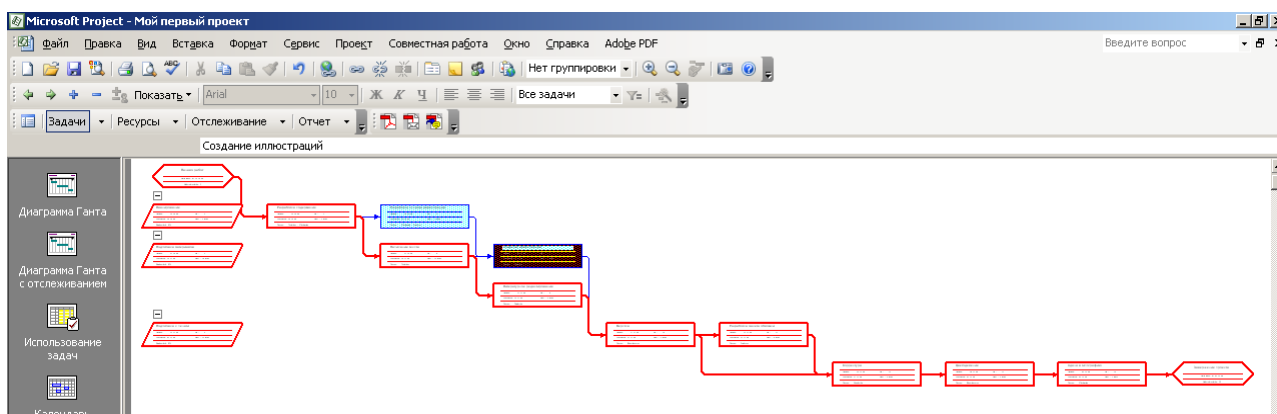

Рис. 2.39. Режим ПЕРТ-диаграммы (PERT Chart)
- Нажмите кнопку **PERT Chart** (Сетевой график)  на панели режимов (**View Bar**). Наш проект появится на экране в виде сетевого графика (**PERT Chart**) (рис. 2.39).